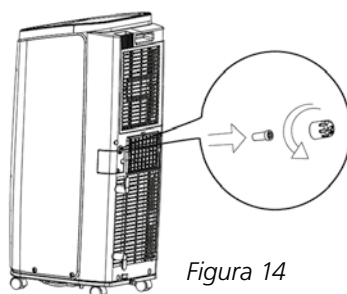

Figura 14
- 1 Retire el tapón de agua condensada de la parte posterior de la unidad, girándolo hacia la izquierda y extrayendo el tapón de goma de la salida de evacuación (véase figura 14).